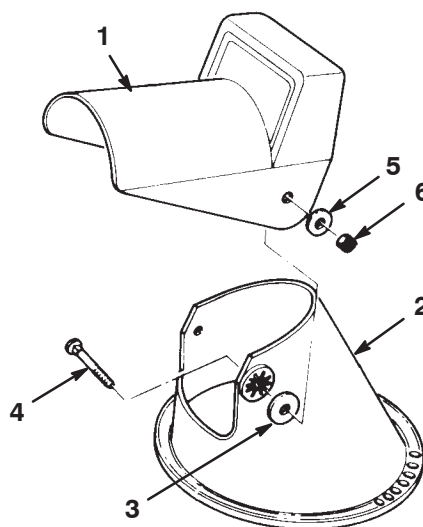

Figure 5
1. Placez le déflecteur sur l'éjecteur en prenant soin de bien aligner les trous de montage (Fig. 5).
1. Déflecteur 2. Ejecteur 3. Rondelle en caoutchouc (2) 4. Vis de carrossier (2) 5. Rondelle en métal (2) 6. Contre-écrou (2)
2. Insérez 2 rondelles en caoutchouc entre le déflecteur et l'éjecteur en gardant les trous bien alignés (Fig. 5).
Remarque : Les épaulements droits des boulons doivent se trouver dans l'alignement de la partie droite intérieure de l'éjecteur. Placez les rondelles métalliques à l'extérieur du déflecteur, comme illustré à la Figure 5. **Ne serrez pas les boulons excessivement.**